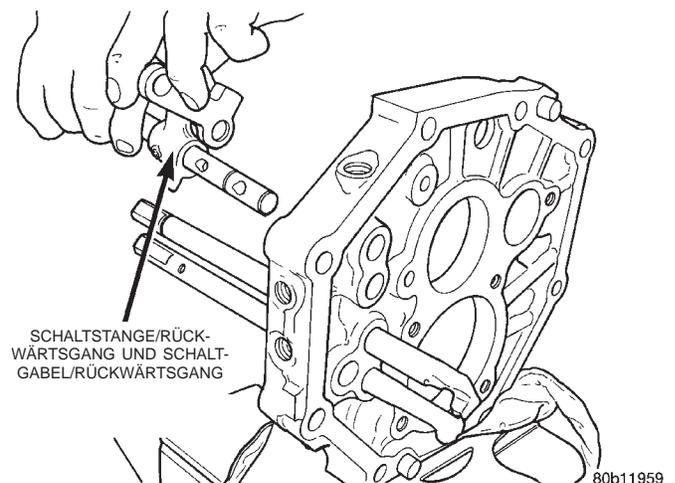

Abb. 70 Schaltstange/Rückwärtsgang ausbauen
(26) Den Sicherungsring ausbauen, der die Schaltstange für den Rückwärtsgang in der Zwischenplatte hält.
(27) Die Schaltstange für den Rückwärtsgang und die Schaltgabel für den Rückwärtsgang mit Umkehrhebel aus der Zwischenplatte ausbauen (Abb. 70).